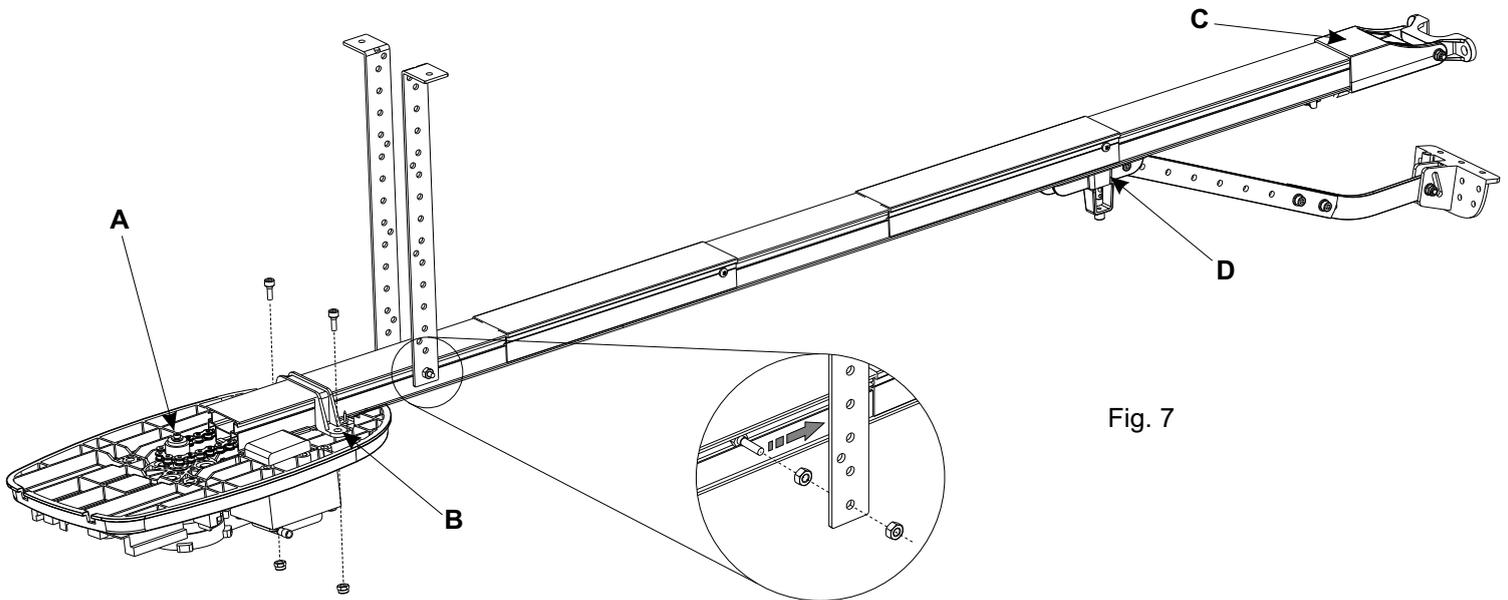

Fig. 7
Nota: En la Fig. 4 aparece una pareja de tornillos introducidos en las ranuras que servirán para fijar el Corona S al techo mediante las bridas correspondientes. (Vea también la Fig. 7).
- Asegurarse en que la cadena esté bien engranada en el piñón del cuerpo Corona S (Fig. 7 - A)
- Llevar la guía al tope sobre el cuerpo Corona S y fijarlo con el estribo apropiado. (Fig. 7 - B)
- Fijar en el otro extremo de la guía el soporte conexión anterior (Fig. 7 - C)
Importante: Mantenga la cadena y el soporte de corredera siempre bien lubricado (Fig. 7 - D).